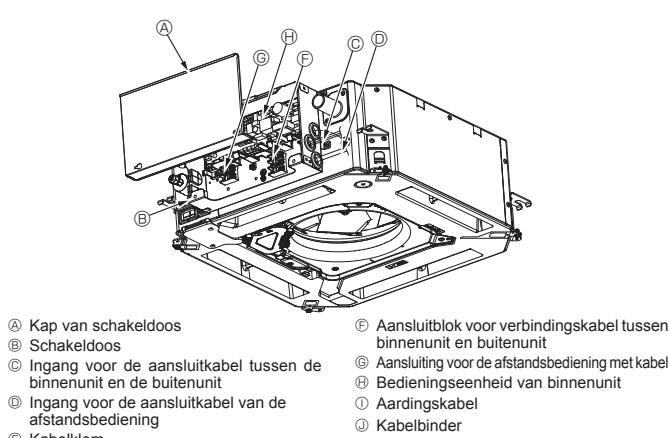
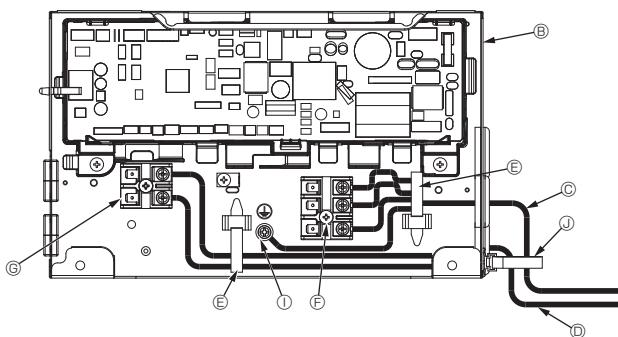

Fig. 7-3
Fig. 7-4
7.2. Binnenunit (Fig. 7-3) (Fig. 7-4) (Fig. 7-5)